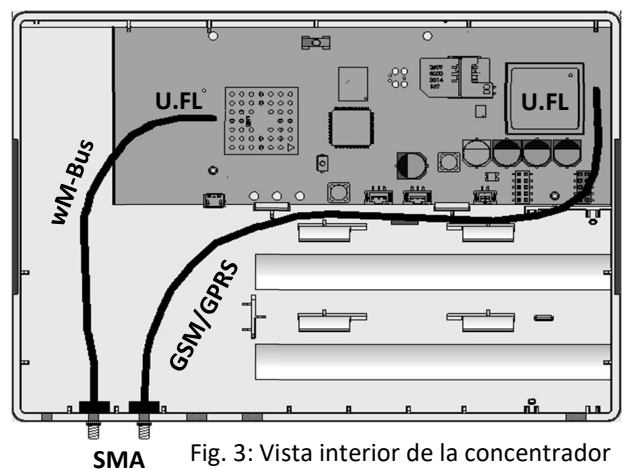

Fig. 3: Vista interior de la concentrador
- En la parte inferior izquierda de la carcasa hay cinco aberturas selladas para pasamuros. El segundo hueco está destinado al M-Bus inalámbrico y el tercero al GSM/GPRS (véase la Fig. 3).
- Coloque el anillo elástico y apriete manualmente la tuerca hexagonal. Apriete con una llave fija (8) (par de apriete máx. 1,7 Nm) y bloquee con una llave fija (11).
- El conector para M-Bus inalámbrico se encuentra a la izquierda y el conector para GSM/GPRS en el centro a la derecha de la placa de circuitos (véase la Fig. 3).